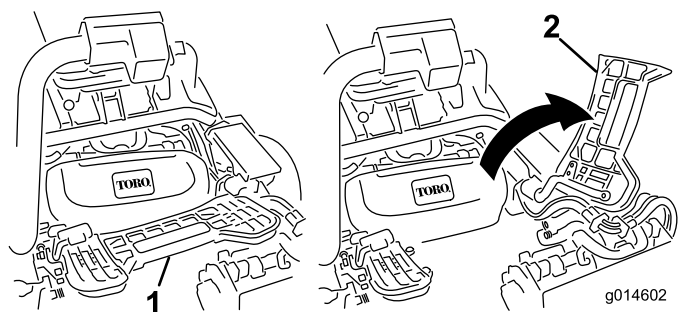

図 31
1. フットレストを跳ね上げて開き、中央カッピングユニット取り付け位置へのアクセスを確保する 図 31。